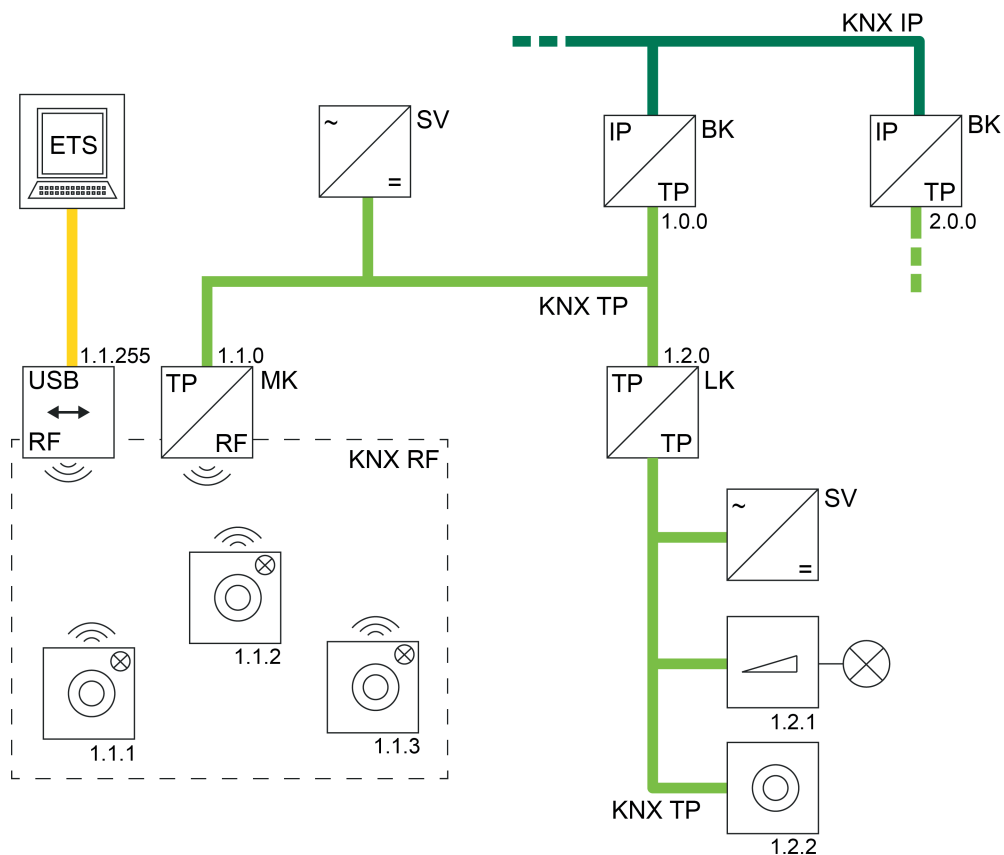

Bild 42: Beispiel einer möglichen KNX-Topologie mit einer KNX RF USB-Datenschnittstelle
- Verwendung einer KNX RF USB-Datenschnittstelle (Bild 42):